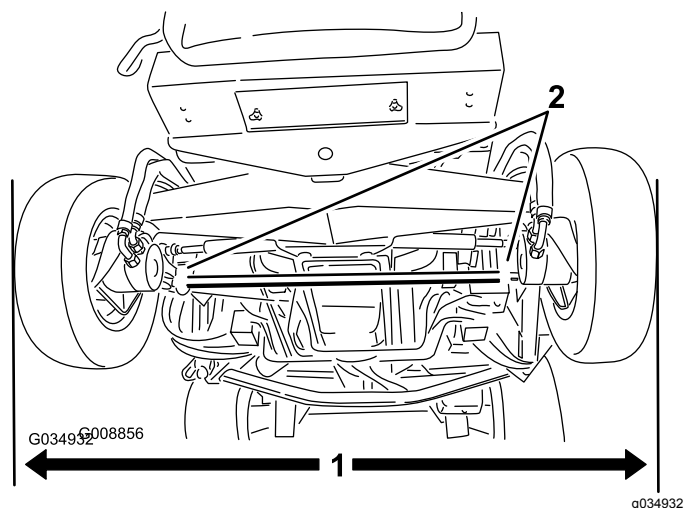

Bild 115
1. Wenn die Hinterreifen gerade stehen, messen Sie den Außenabstand (auf Achshöhe) vorne und hinten an den Hinterreifen (**Bild 115**).
2. Lockern Sie zum Einstellen der Vorspur die Klemmen an beiden Enden der Spurstangen (**Bild 115**).